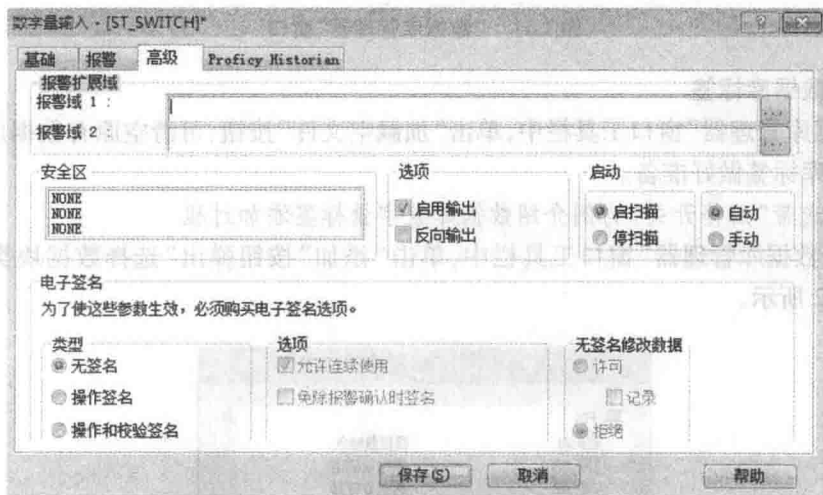

图 1-14 “数字量输入”对话框(“高级”选项卡)
(4) 在“数字量输入”对话框“高级”选项卡中,勾选“启用输出”项(这样标签不仅能从数据库读数据,而且还可以往数据库中写数据,目的是节约 I/O 点数)后单击“保存”按钮,如图 1-14 所示;系统弹出“启动扫描询问”对话框,单击“是”按钮返回数据库管理器。